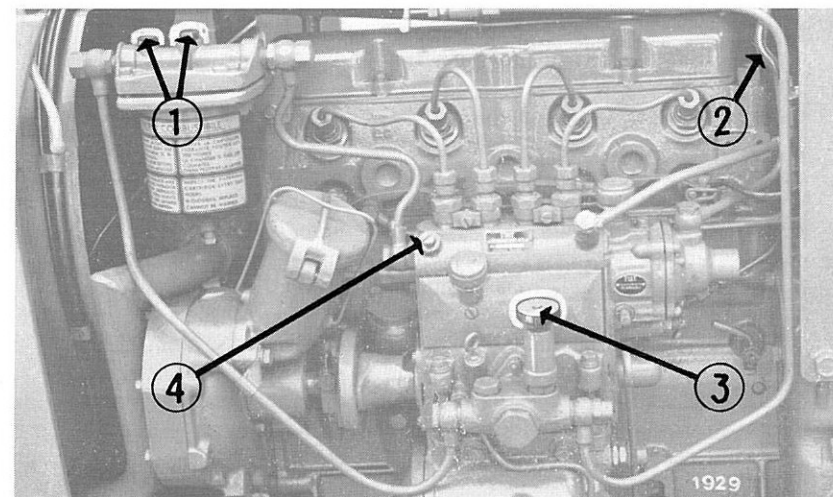

FIG. 8. — Filtre à combustible. — Pompes d'injection et d'alimentation.
- Dévisser de deux tours les deux vis situées sur le filtre à gas-oil (1 fig. 8) ;
- Dévisser le chapeau de la pompe d'amorçage à main (3 fig. 8) et l'actionner jusqu'à ce que le gas-oil s'écoule sans bulles d'air par le petit orifice pratiqué dans chacune des vis de purge du filtre à combustible.
- Dévisser de 2 tours la vis de purge située sur la pompe d'injection (4 fig. 8) et actionner à nouveau le piston de la pompe à main. Dès que le combustible sortira sans bulles d'air, bloquer la vis et après quelques coups supplémentaires de pompe, qui vous permettront de vérifier qu'il n'y a plus de remontée d'air dans le tuyau en plastique de retour au réservoir (2 fig. 8), revisser à fond le chapeau de cette dernière afin d'éviter des entrées d'air sur la périphérie du piston qui n'offre qu'une sécurité relative au point de vue étanchéité.